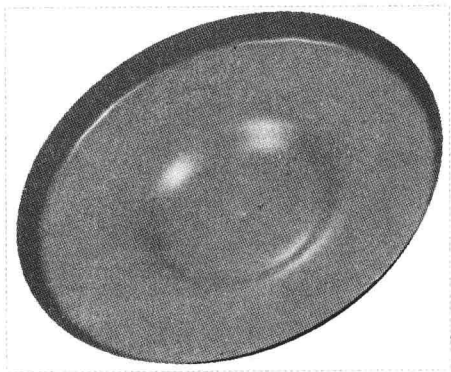

图 10-4 图形文件
Step 01 按【Ctrl+O】组合键，打开图形文件，如图 10-4 所示。